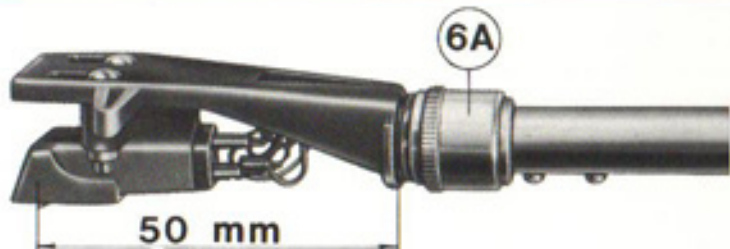

Fig. 4
1. Il giradischi può essere utilizzato con testine con attacchi standard, peso fra 6 e 10 g e peso puntina (forza d'appoggio) fra 0,1 e 3 g. La shell portatestina è provvista di attacco standard e può essere sfilata dal braccio ruotando la ghiera 6A (Fig. 4) in senso anti orario.
- e) far scorrere la testina nella shell fino a posizionare la puntina come indicato in Fig. 4;
1. This turntable may be equipped with a standard type cartridge with recommended weight of 6-10 grams and stylus pressure of 0.1-3 grams. Headshell is of standard type and may be removed from tonearm by rotating ring nut 6A (see Fig. 4) counter-clockwise.
- e) slide the cartridge back and forth in head shell until stylus is positioned as shown in Fig. 4;